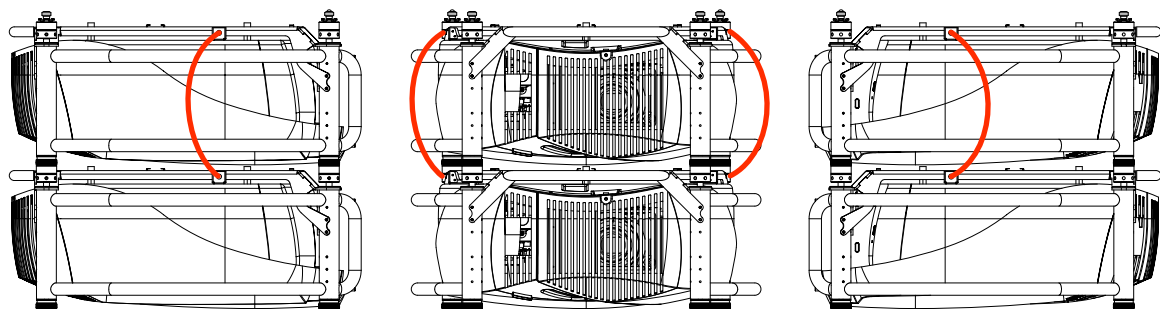

Abbildung 2-9
4. Verbinden Sie im Fall einer Deckenmontage die beiden Projektoren mit einem Sicherheitskabel. (Abbildung 2-9)